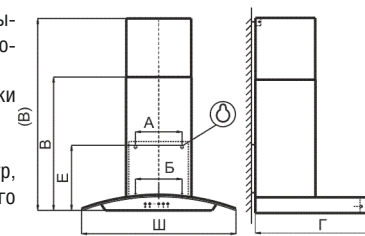

рис. 3
**6.1 Установка кухонной вытяжки (рис.3):**